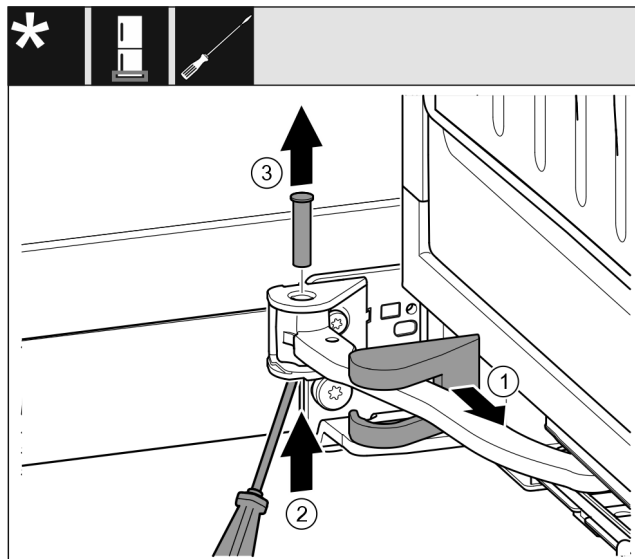

Fig. 19
- Desprindeți capacul suportului de lagăr Fig. 19 (1) și deplasați-l de-a lungul articulației.
- Ridicați de jos bolțul Fig. 19 (2) cu șurubelnița.
- Extrageți de sus bolțul Fig. 19 (3).